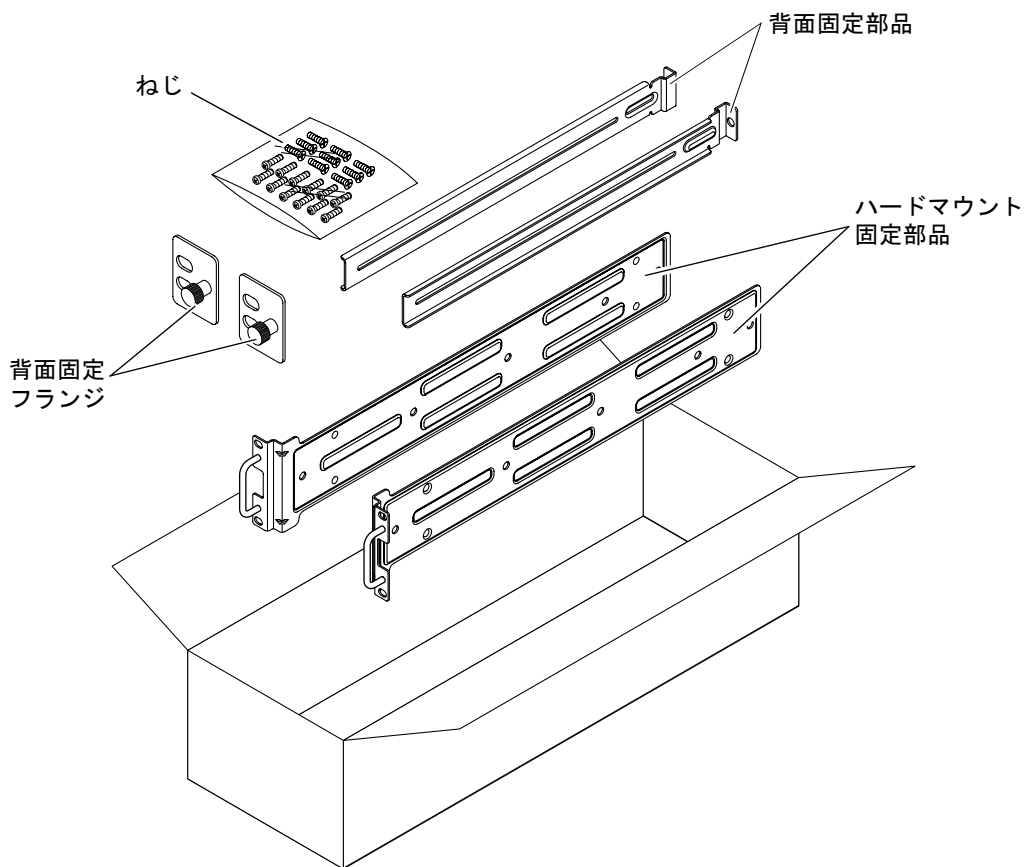

図 3-1 19 インチ 4 ポストのハードマウントキットの内容
1. ラックキットからハードマウント固定部品を取り出します (図 3-1 を参照)。
4. ラックキットから背面固定部品を取り出します (図 3-1 を参照)。
8. ラックキットから背面固定フランジを取り出します (図 3-1 を参照)。
Netra 240 サーバーに付属の標準ラックマウントキットに含まれているハードマウント固定部品も必要です (図 3-1 を参照)。
1. 標準ラックキットからハードマウント固定部品と M5×8 mm プラスの皿頭ねじを取り出します (図 3-1 を参照)。